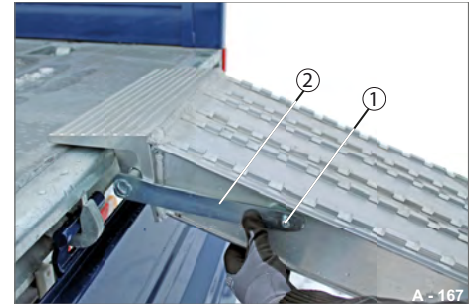

Abb. 178 Sicherungshebel umlegen
► Drücken Sie den Sicherungshebel (Abb. 178/2) auf den Haltebolzen (Abb. 178/1) auf.